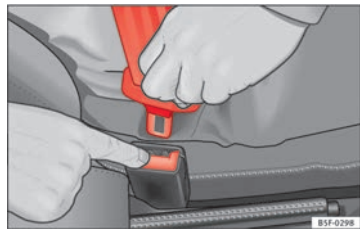

Abb. 12 Lösen der Schlosszunge vom Gurtschloss.
- Drücken Sie die rote Taste im Gurtschloss ⇒ Abb. 12. Die Schlosszunge springt heraus ⇒ .